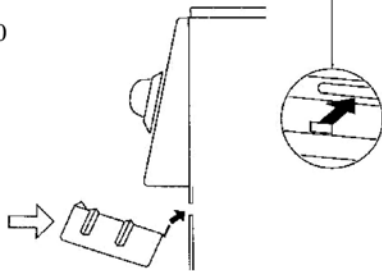

Рис.10b
- Частично прикройте дверцу духовки (рис.10b)